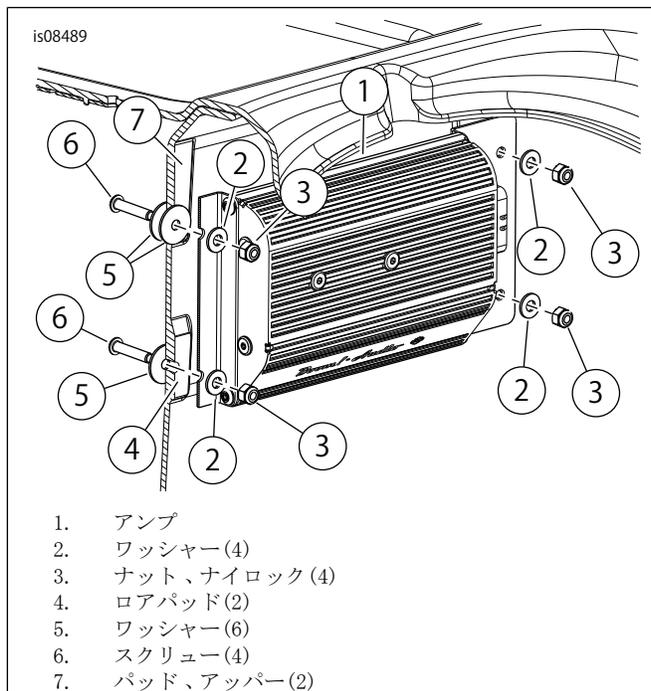

図2. アンプの取り付け
6. 「図2」を参照。アンプとブラケット(1)を4つの隆起パッド(4、7)上に位置決めします。コネクターを車両の左側に図示のように位置決めします。下の穴をロアパッド(4)の中心に合わせます。
11. 「図2」を参照。ワッシャー(5)をスクリュー(6)にセットします。トランクの内側から穴を通して取り付けます。トランクの外側から、余分なワッシャー(5)をスペーサーとしてのみ機能するようにトップスクリューにかぶせませます。アンプとブラケット(1)を4つの隆起パッド(4、7)上に位置決めします。コネクタを車両の左側に位置決めします。ワッシャー(2)をブラケットとスクリュー上に取り付けます。ナット(3)で固定する。締め付ける。